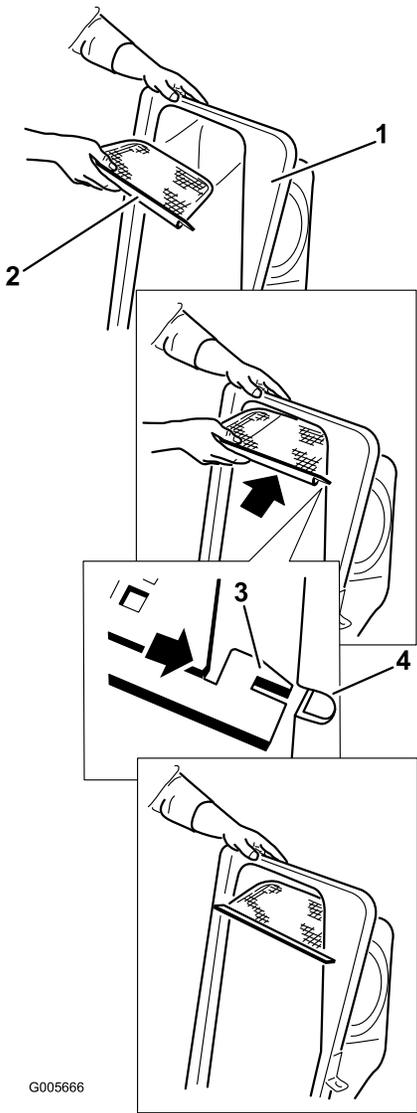

Figura 11
2. Instale la rejilla como se muestra en la Figura 11, de manera que quede inclinada hacia abajo, hacia las bolsas de recortes.